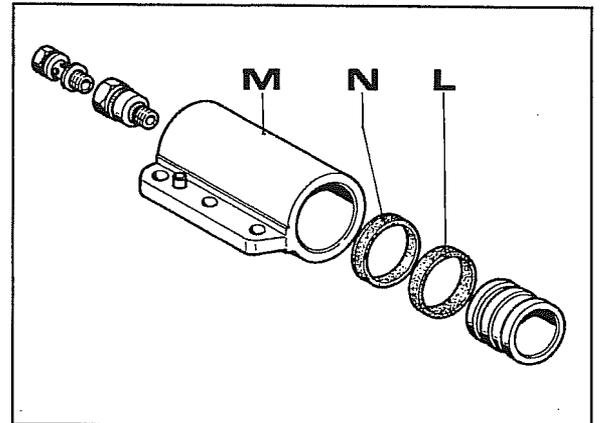

Fig. 31
La fig.31 muestra en detalle los componentes cilindro/pistón.
h. Cambiar el anillo de sellado **N** fig.31.